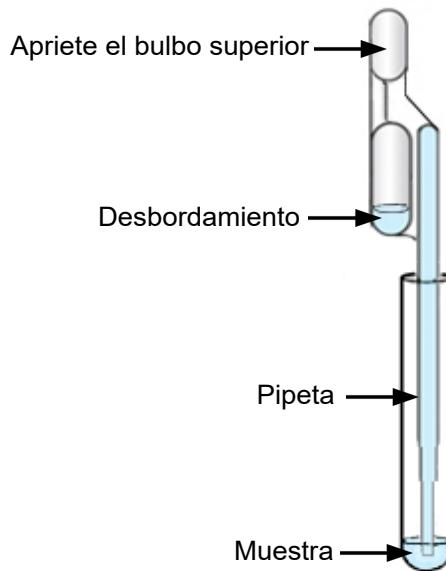

Figura 3. Pipeta de transferencia
1. Apriete **completamente** el bulbo superior de la pipeta de transferencia y coloque la punta de la pipeta en el tubo de medio de transporte ESwab que contiene la muestra del paciente (consulte Figura 3).
3. Para transferir la muestra de paciente al cartucho, apriete el bulbo superior de la pipeta de transferencia por completo para vaciar el contenido de la pipeta en la abertura grande (cámara de muestras) en el cartucho mostrada en la Figura 4. Es aceptable que quede un exceso de muestra en el depósito de desbordamiento de la pipeta (Figura 3).